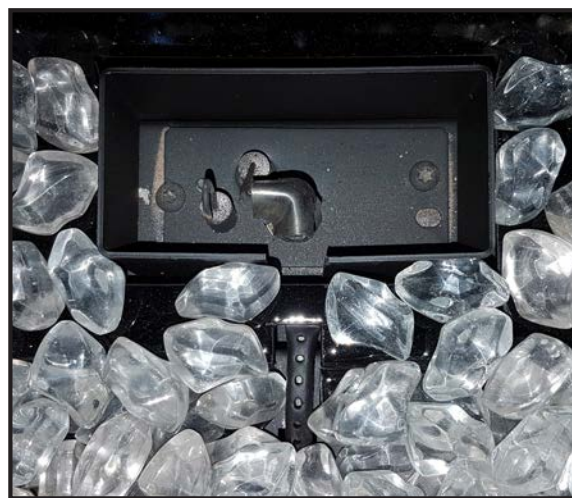

Figure 23. Ensemble d'allumage à côté du brûleur.
8. Réinstallez le brûleur, bûches, et porte en verre. Reportez-vous également à L'INSTALLATION SECONDAIRE - INSTALLATION DE BÛCHES. Lorsque vous réinstallez le brûleur, assurer vous que le capot du veilleuse et le brûleur est similaire à ce qui est montré à la Figure 23.